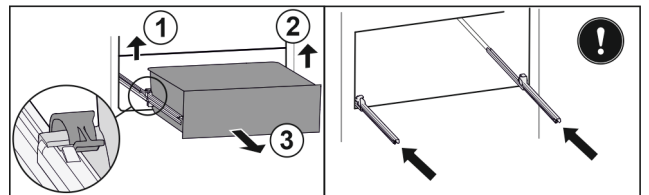

Fig. 112
- ▶ Sollevare il morsetto sinistro e allo stesso tempo tirare in avanti il cassetto sinistro. Fig. 112 (1)
- ▶ Sollevare il morsetto destro e allo stesso tempo tirare in avanti il cassetto destro. Fig. 112 (2)
- ▶ Rimuovere il cassetto tirandolo in avanti. Fig. 112 (3)